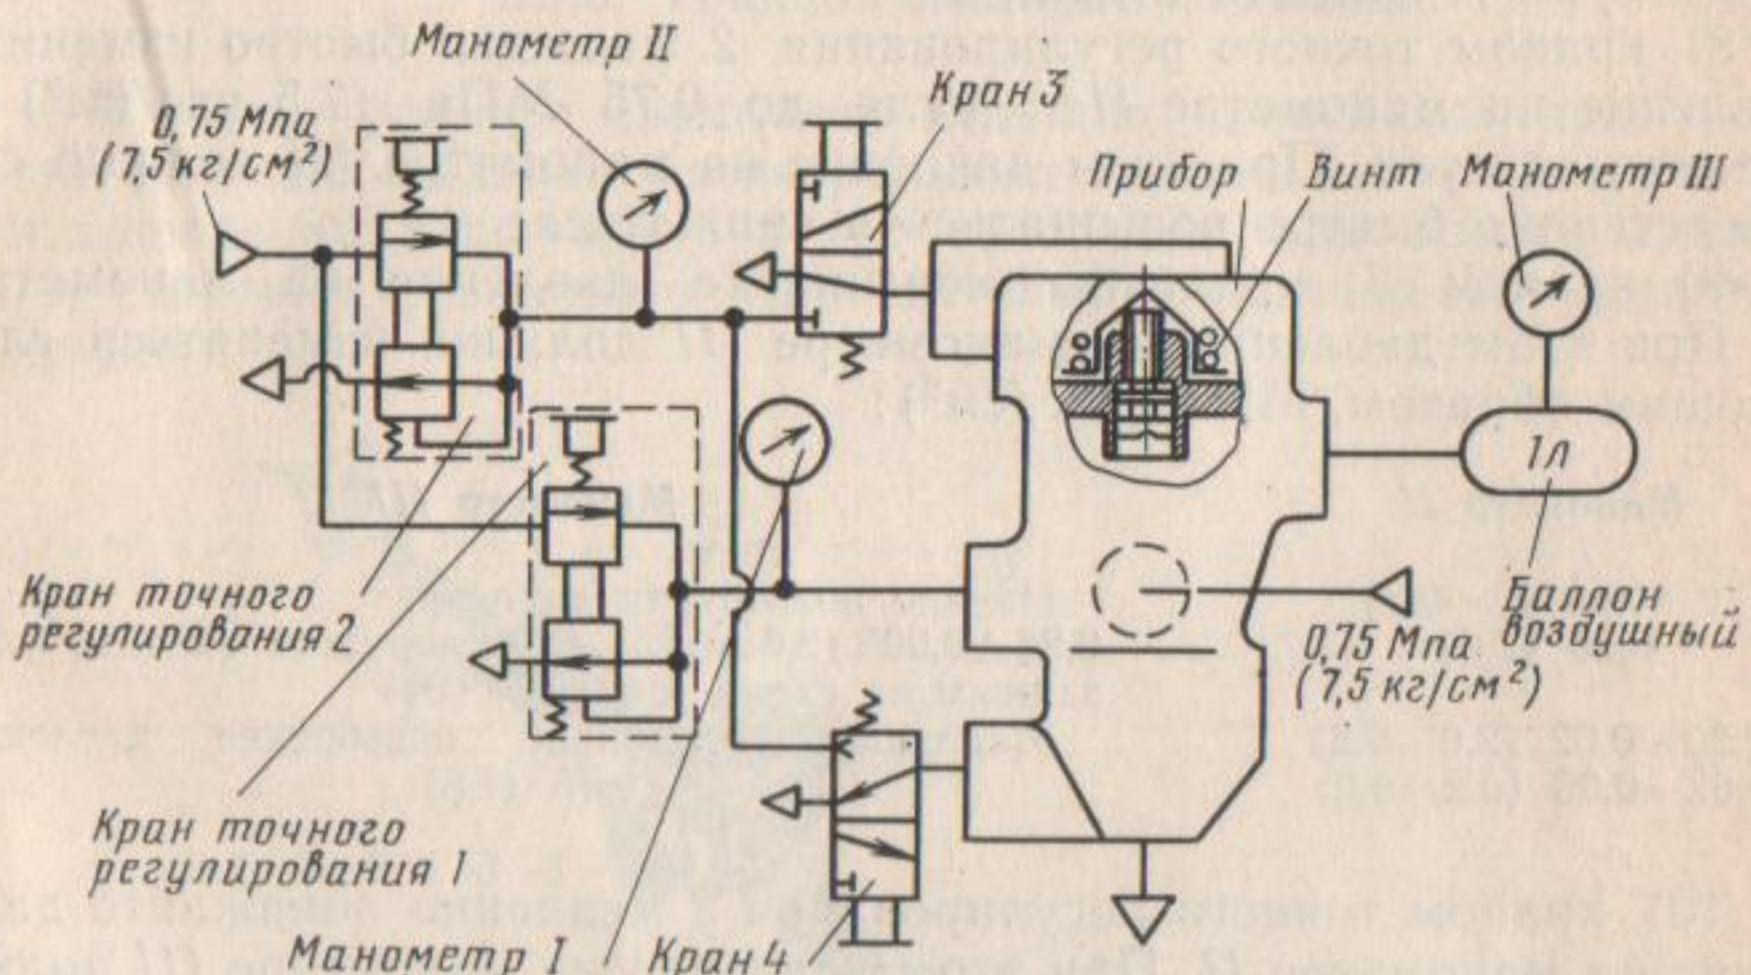

Рис. 104. Схема проверки клапана управления тормозами прицепа с двухпроводным приводом
- 1) подключите прибор по схеме (рис. 104);
0,26±0,005 (2,6±0,05). Регулируется винтом, указанным на схеме (см. рис. 104).